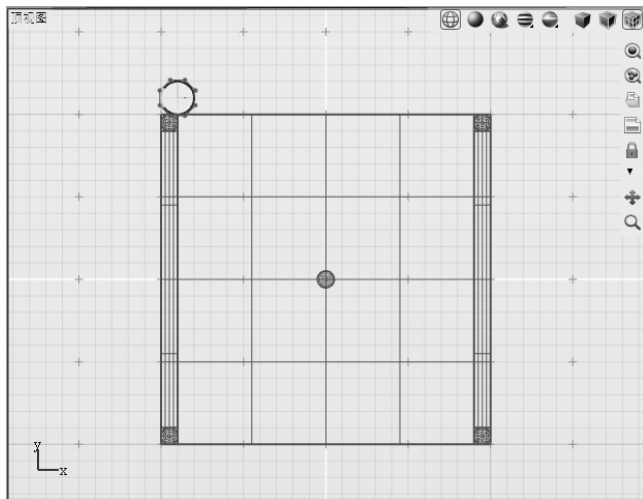

图 5-20 绘制一个新的圆曲线
1) 激活顶视图，并激活“圆（圆心，半径）”工具，绘制如图 5-20 所示的圆，使用给定半径“1cm”。